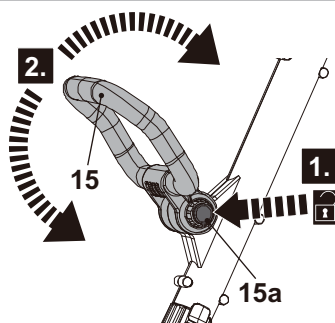

Fig. 4
1. Pressione o botão de bloqueio (15a) para baixo e mantenha-o em posição, depois rode o punho auxiliar (15) para cima ou para baixo, para ajustar o ângulo (Fig. 4).
2. Liberte o botão de bloqueio (15a) e continue a balançar suavemente o punho auxiliar (15) até que bloqueie na posição. Assegure que o sistema dentado bloqueia em posição.